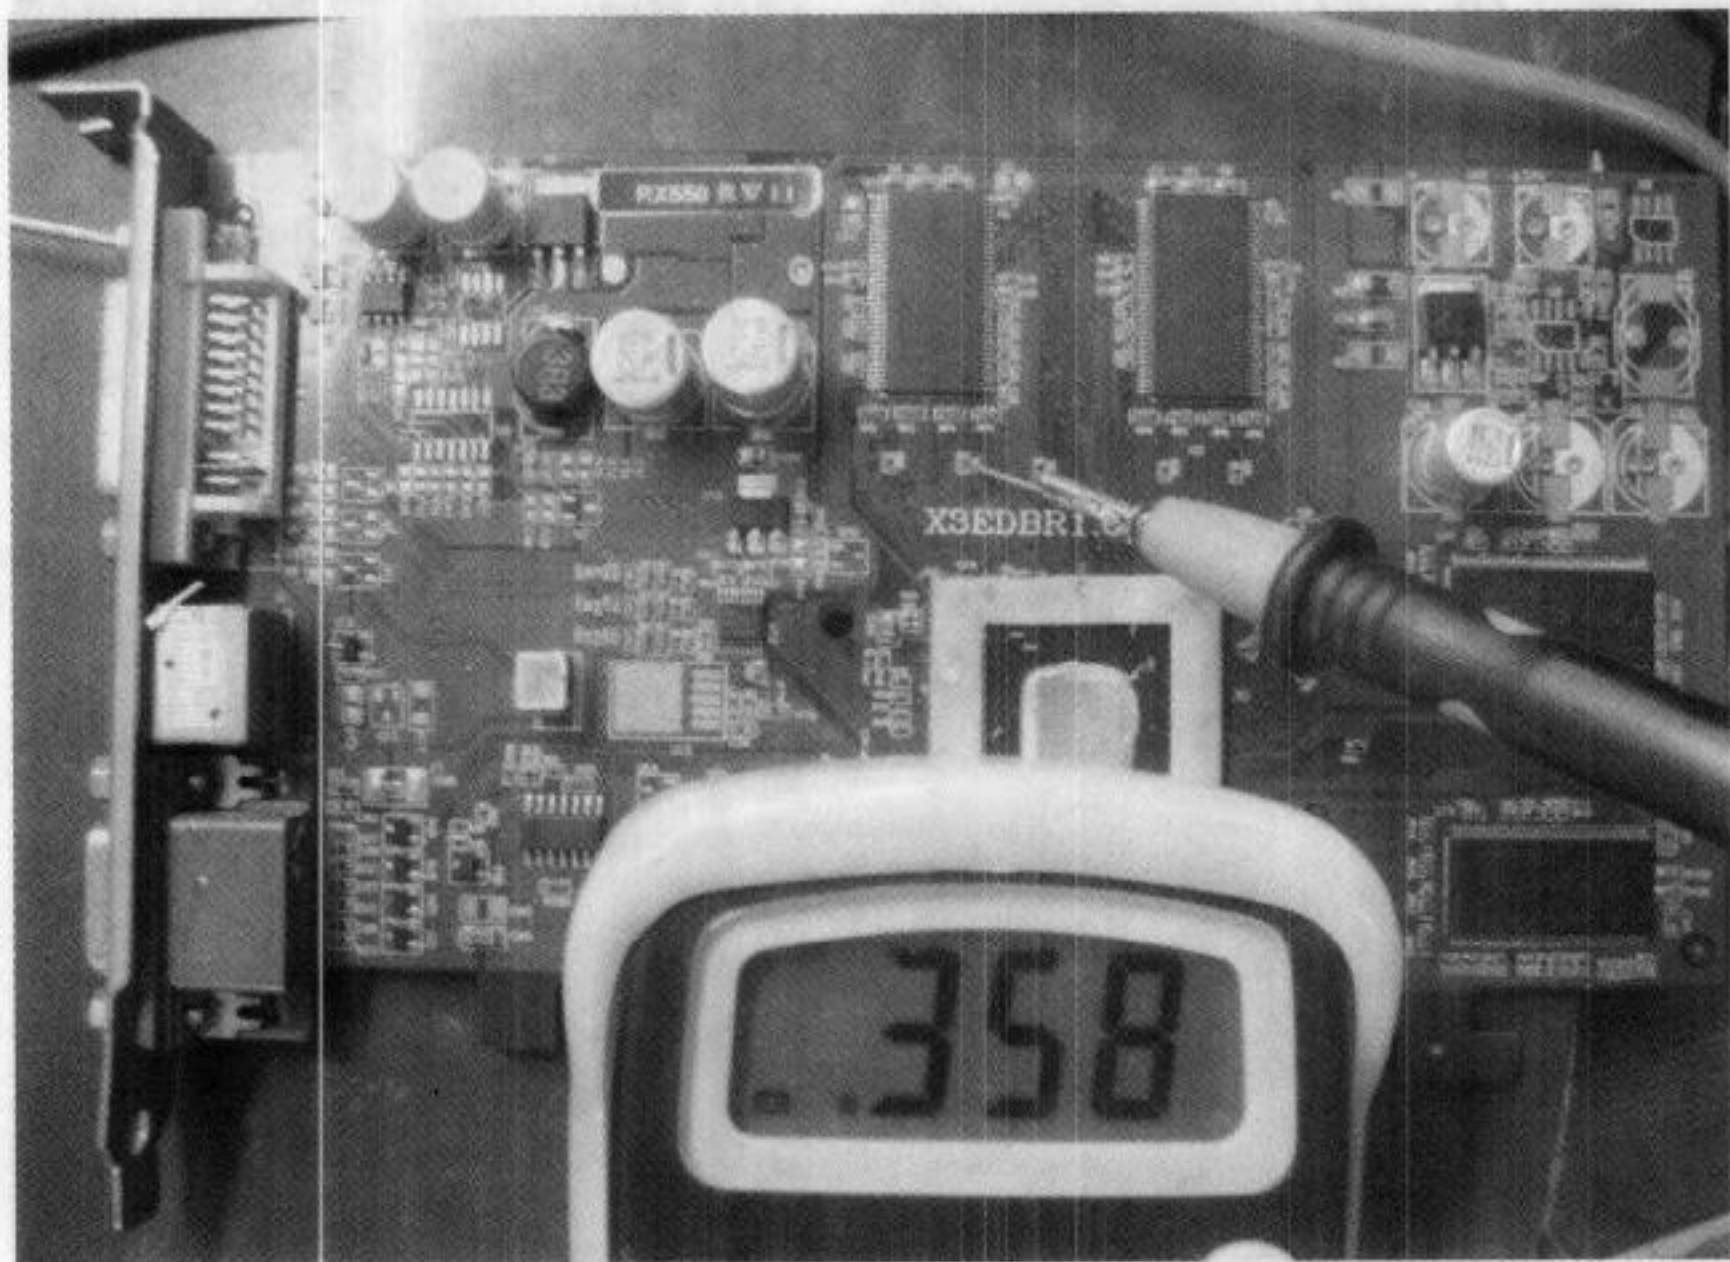

图 5-93 值正常
(10) 右边值为 358，如图 5-93 所示。左、右值差不多，表示 GPU 这端没有问题。